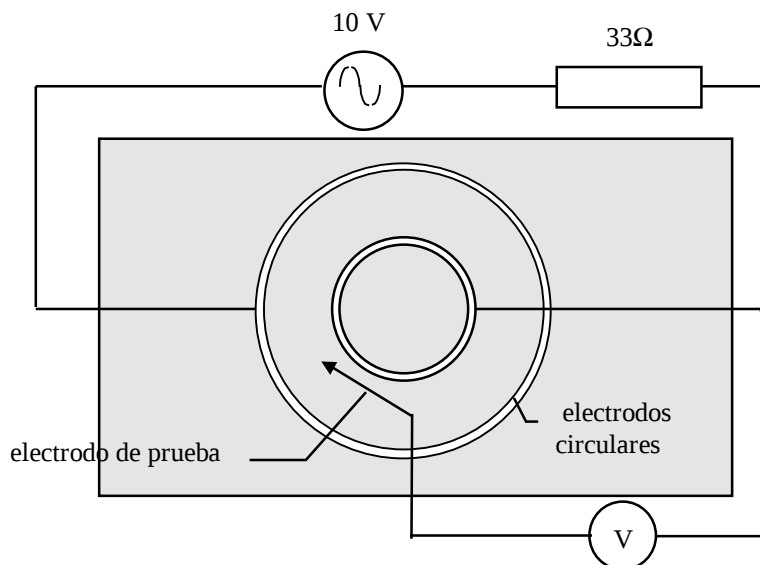

FIGURA 7.1. Montaje para determinar las superficies equipotenciales
1. Realice el montaje del circuito indicado en la figura 7.1
2. Inicie el experimento con la configuración mostrada en la figura 7.1, colocando los electrodos concéntricos.